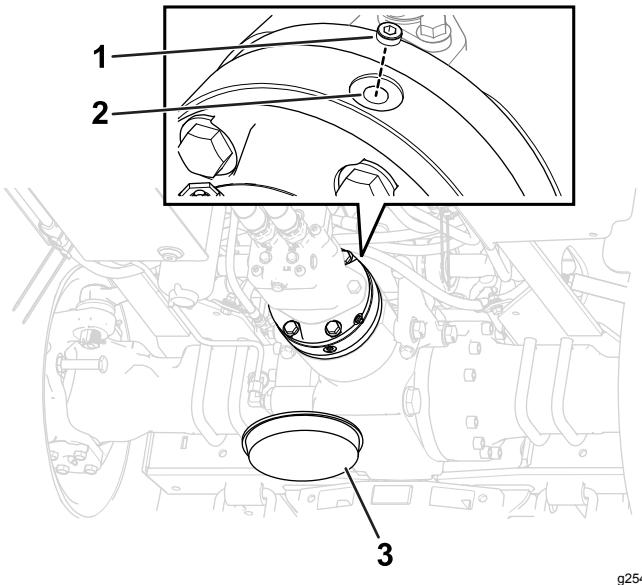

Рисунок 104
5. Снимите пробку заливного отверстия в верхней части корпуса тормоза (Рисунок 104).
7. Заверните пробку в заливное отверстие (Рисунок 104).